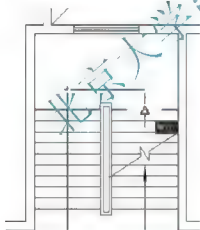
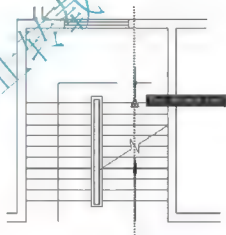

图 2.131 光标放在踏步线的中点
图 2.132 寻找水平线和垂直虚线的交点
(4) 在指定下一个点或 [圆弧(A)/半宽(H)/长度(L)/放弃(U)/宽度(W)]: 提示下,将光标放在如图 2.131 所示的踏步线的中点位置,此时不单击,然后将光标垂直向上拖动,拖出垂直虚线。把光标放在如图 2.132 所示的水平线和垂直虚线的交点位置,然后单击,以确定下行箭头第二段箭杆的长度,并保证第三段箭杆的位置能够居于右侧梯段。